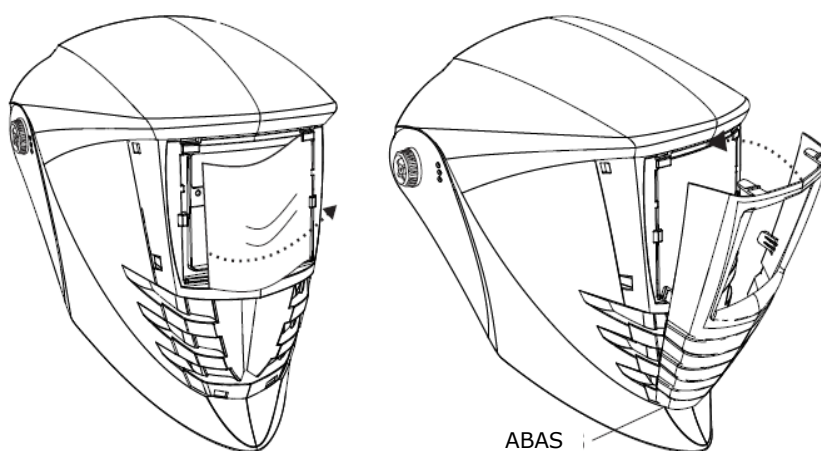

FIG. 8b
2. Remova a LENTE FRONTAL flexionando-o para liberá-lo das abas de travamento de um dos extremos (Fig. 8b). Coloque o novo com o mesmo procedimento.